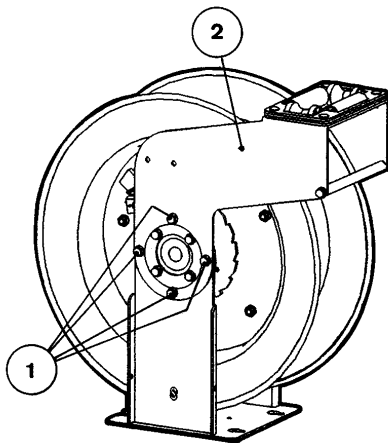

Fig. 7
4. Unthread the screws (1) that hold the hose guide arm (2) and remove the arms (figure 7).
4. Dévisser les vis (1) qui maintiennent les bras de sortie (2) et retirer ces derniers (voir Figure 7).
4. Die Schrauben (1), die zur Befestigung der beiden Arme (2) dienen, lösen und die Arme entfernen (Bild 7).